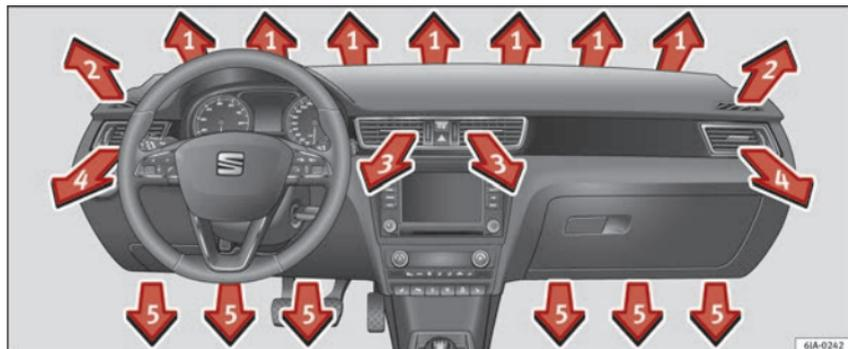

Fig. 168 Difusores de aire.
- Para variar la altura de la circulación de aire cambie la posición de mando deslizante hacia arriba o abajo » fig. 168.
» fig. 168 y 4 se pueden abrir y cerrar individualmente.